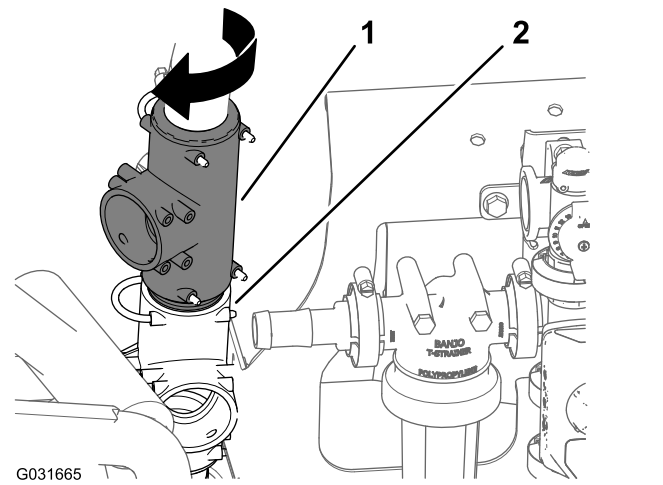

Рисунок 218
3. Поверните верхний тройник приблизительно на 45° по часовой стрелке (Рисунок 218).